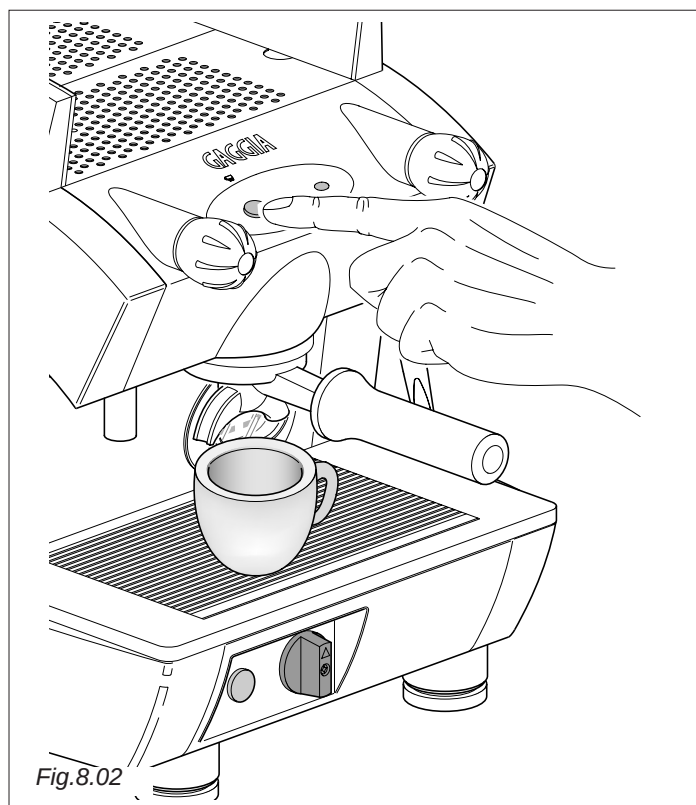

Fig.8.02
Lorsque les tasses sont remplies, appuyer sur l'interrupteur pour arrêter la distribution (GE) (Fig.8.02) ou attendre l'arrêt automatique (GD).